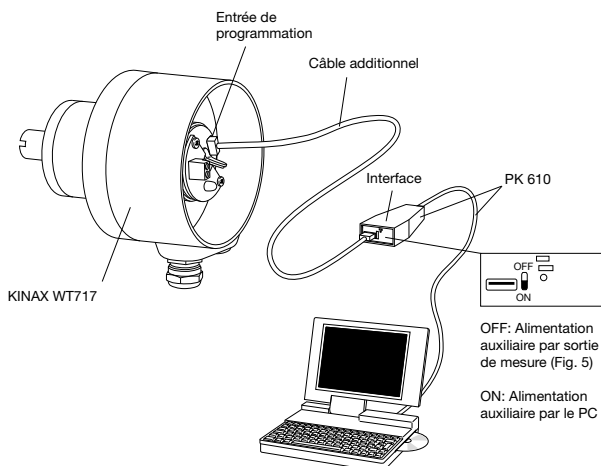
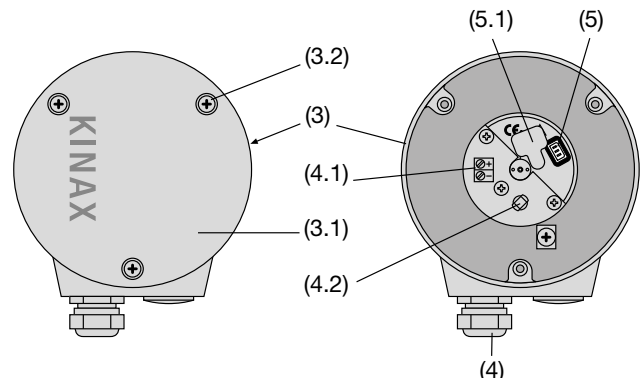

Fig. 3
Fig. 4. Partie arrière (3) avec bornes (4.1) et presse-étoupes (4).
1. Enlever le couvercle (3.1 Fig. 4). En enlevant le cache en caoutchouc (5.1) le connecteur de programmation (5) devient accessible (voir chapitre «8.1 Raccorder les lignes»). Raccorder le KINAX WT 717 selon Fig. 3 à l'équipement de programmation. Démarrer le logiciel 2W2. Configurer, si nécessaire, le convertisseur avec les caractéristiques désirées.